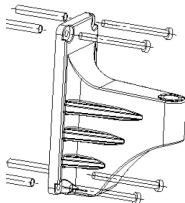

Fig.1
4. Aperte o consolo com os quatro parafusos autorroscantes corretamente (Fig. 1)